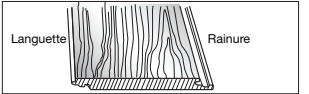

Figure 4
- Déposez la première planche entière en faisant en sorte que le petit côté de la languette soit face au mur (fig. 4).
- Utilisez des espacateurs le long des côtés qui touchent aux murs pour maintenir un espace de dilatation de 13 mm (1/2 po) (fig. 4 et 5 et 6).
- Vérifiez si tous les bords et extrémités de chaque planche sont bien ajustés. Les joints d'extrémité des rangées adjacentes devraient être, autant que possible, décalés de 10 à 15 cm (4 à 6 po) afin d'assurer un ensemble plus esthétique (fig. 4).